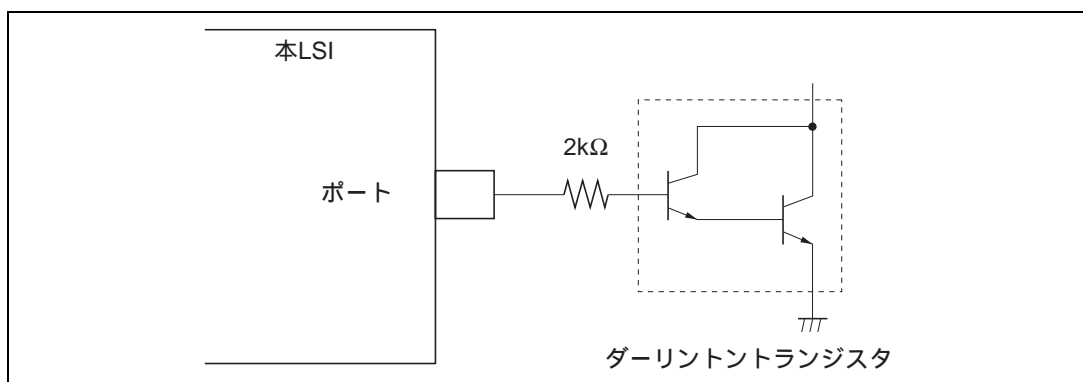
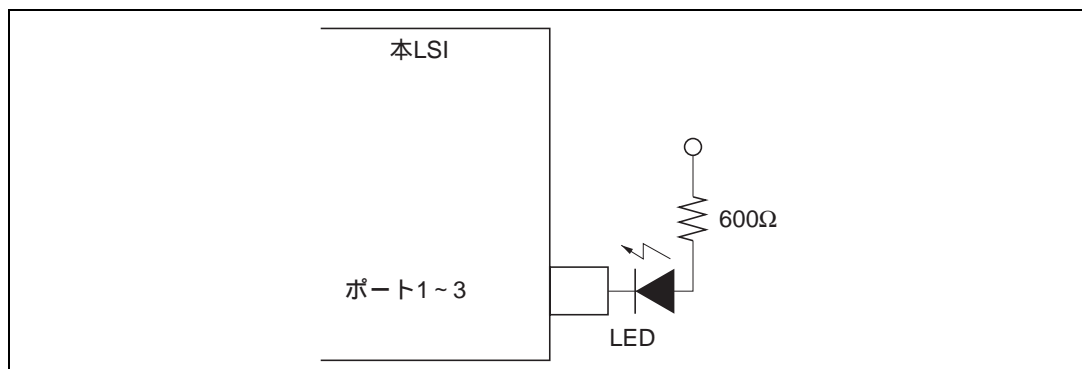

図 25.1 ダーリントントランジスタ駆動回路例
図 25.2 LED 駆動回路例
2. ダーリントントランジスタや、LED を直接駆動する場合には、図 25.1、図 25.2 に示すように、出力に必ず電流制限抵抗を挿入してください。